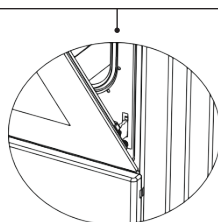

Figura 2.1
5. Levante a porta de modo a que esta entre em contacto com o trinco da dobradiça, tal como indicado na figura 2.1.